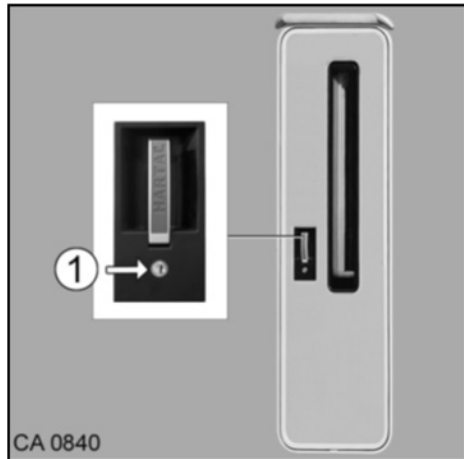

Fig. 63 Extérieur de la portière d'accès
1. Introduire la clé dans la serrure (Fig. 63/1) et la tourner dans le sens horaire jusqu'à ce que le verrou soit déverrouillé.
1. Fermer la portière. Introduire la clé dans la serrure (Fig. 63/1) et la tourner dans le sens anti-horaire jusqu'à ce que la verrou soit verrouillé.